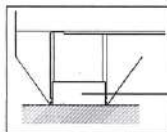

рис. 2
**(2) Метод калибровки положения "0" линейки высоты зубьев:** возьмите один кусочек калибровочного блока 3-го класса, размер которого равен нижнему пределу измеряемого модуля упругости. Затем протрите поверхность гранитной плиты (класс 1), наденьте измерительный блок на плиту, нажмите левой рукой на Штангензубомер толщины зубьев так, чтобы две измерительные губки линейки толщины зубьев соприкасались с пластиной, как показано на рис.2, медленно перемещайте нониус линейки высоты зубьев правой рукой, измерительную поверхность датчика высоты зубьев и измерительный блок правой рукой.